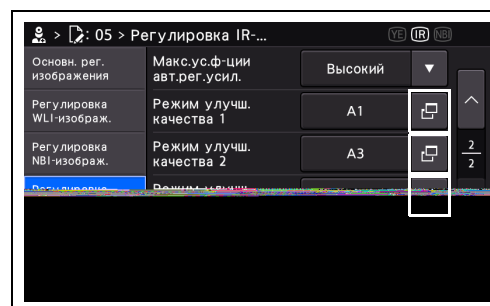

Рис. 4.8
- 8 Коснитесь кнопки «Сохранить». (См. рис. 4.8) При необходимости выполнения дополнительных настроек не нажимайте кнопку «Сохранить».